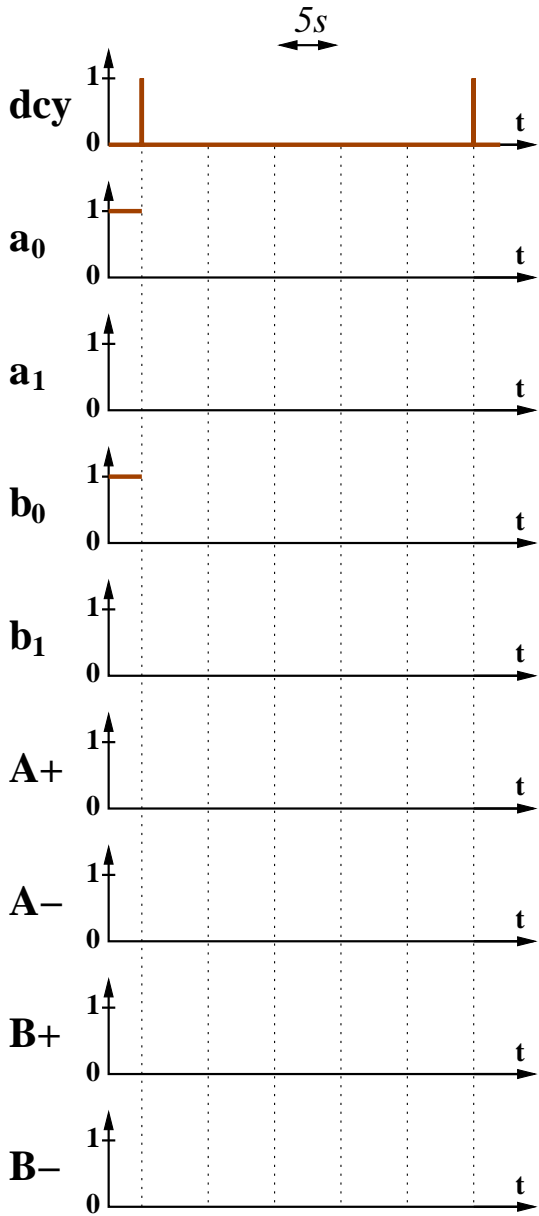

FIG. 7: Cycle « en carré »
- (b) Compléter le chronogramme de la figure 7 décrivant l'évolution des variables d'entrée et de sortie au cours d'un cycle (prendre un temps arbitraire de durée d'activation pour chacune des étapes 1 à 4 de 5 s).